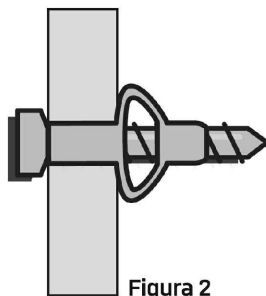

Figura 2
**Sistema de fijación:** Tornillo de anclaje con tarugo (Incluido). (Figura 2)
**Sistema de fixação:** Parafuso de fixação com tarugo (incluído). (Figura 2)